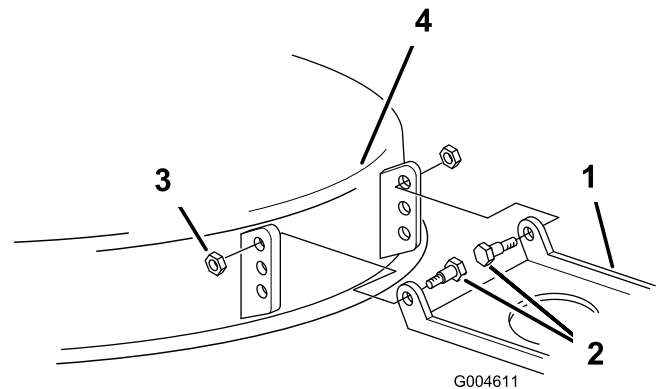

Bild 49
19. Entfernen Sie die Ansatzschrauben und Sicherungsmuttern vom Mähwerk (Bild 49).
20. Verlegen Sie das Mähwerkgeleak ein Loch tiefer und installieren Sie die Ansatzschrauben und Sicherungsmuttern (Bild 49).
18. Wenn Sie keine Neigung nach vorne von 6 bis 16 mm durch Drehen der Neigungseinstellmutter erhalten, drehen Sie die Mähwerkbefestigungshalterung am Mähwerk (Bild 49).